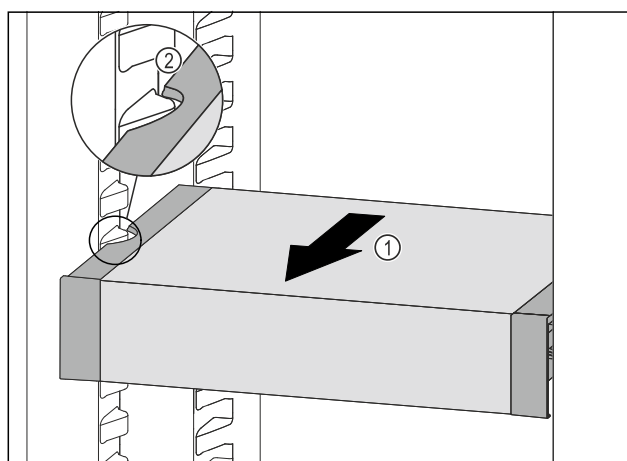

Fig. 110
- ▶ Predal VarioSafe povlecite naprej Fig. 110 (1), dokler nista stranska izreza predala VarioSafe na višini nastavka za posodo v hladilniku. Fig. 110 (2)